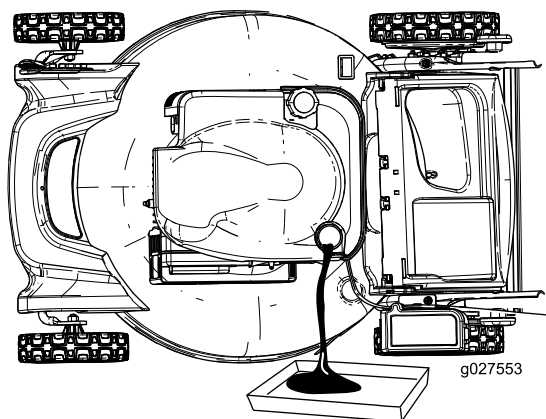

Figure 24
7. Basculez la machine sur le côté, tube de remplissage en bas, pour vidanger l'huile usagée par le tube dans le bac de vidange (Figure 24).